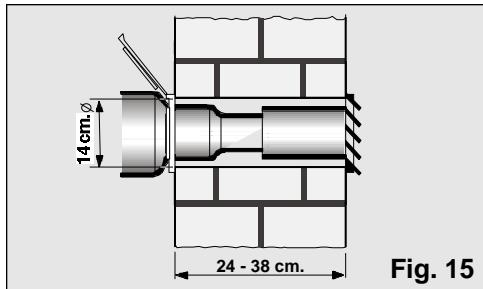

Fig. 15
□ Om de warme lucht af te voeren via de muur moet u een opening in de muur, met een doorsnede van 14 cm, maken voor het plaatsen van de muurschuit, Fig. 15.